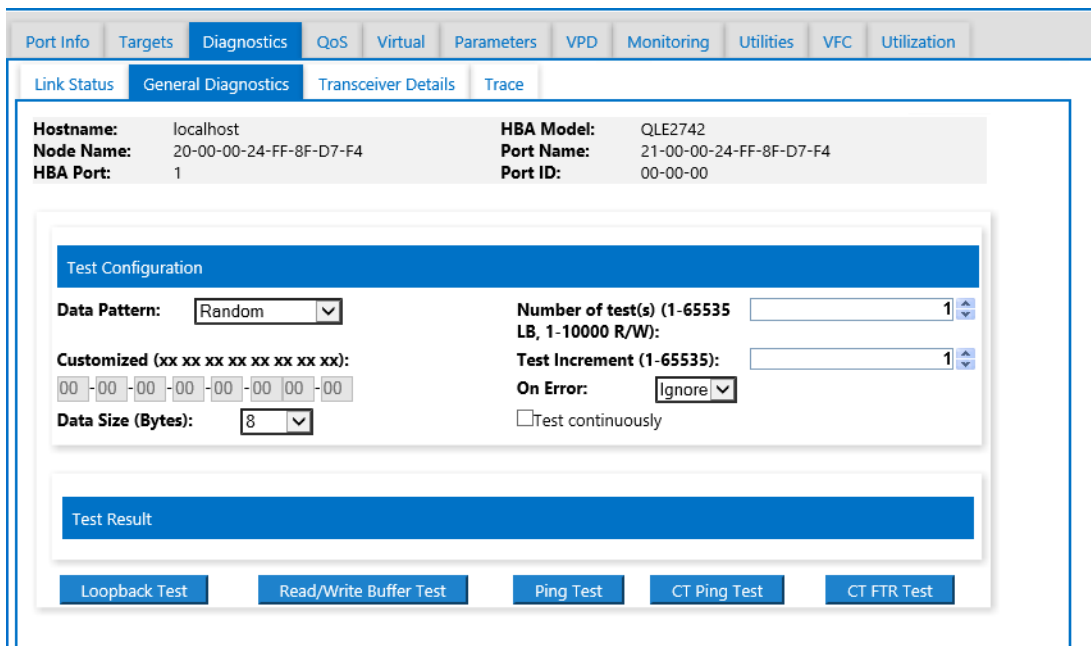

Figure 3-30. Exécution du test Ping CT Fibre Channel
5. Sur la page General Diagnostics (Diagnostics généraux) (voir Figure 3-30), remplissez les options de **Test Configuration** (Configuration de test), puis cliquez sur **CT Ping Test** (Test Ping CT) pour démarrer le test.